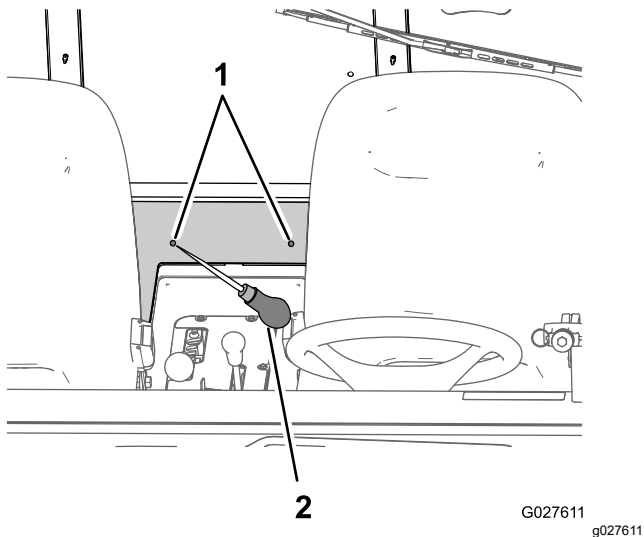

Figura 17
4. Utilize um furador ou um punção para abrir um furo através do painel interior de espuma (Figura 17) nos locais que identificou no passo 3.